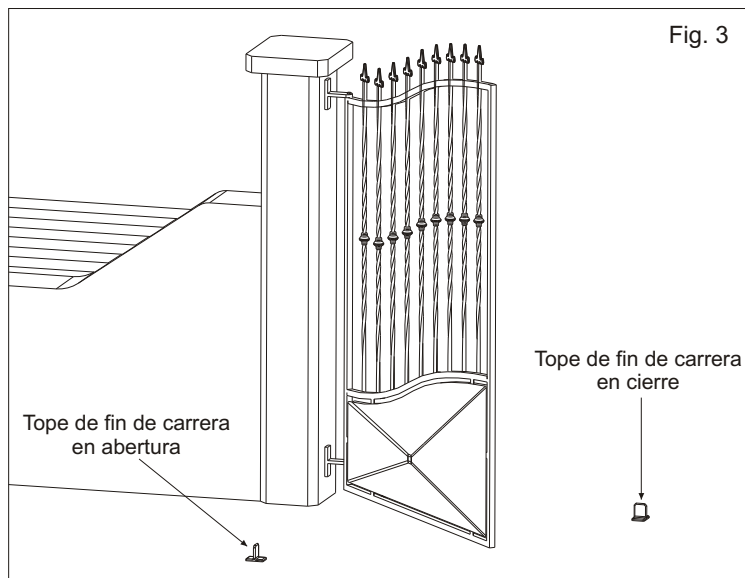

Fig. 3
- E.** pues que no están previstos los fin de carreras en el actuador, es necesario instalar topes mecánicos de fin de carreras para fijarlos en el suelo en cierre y en abertura (Fig. 3).